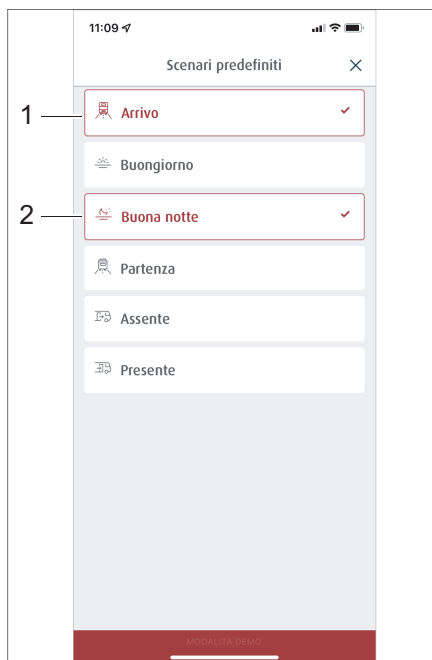
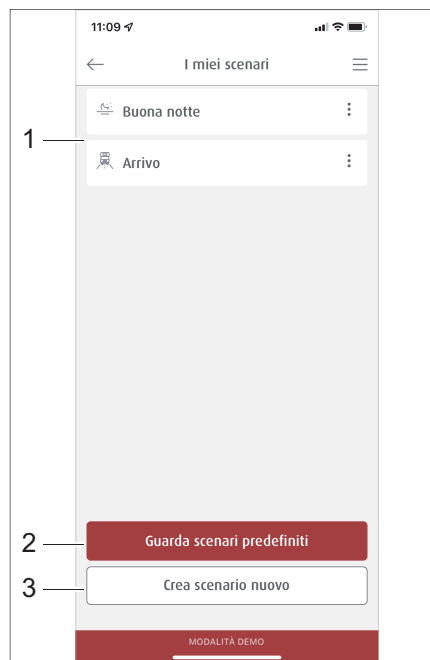

Fig. 281 Selezione di scenari precostituiti
Fig. 282 Gestione degli scenari
**Scenari** Nell'area *Scenari* sono riportati tutti gli scenari memorizzati (Fig. 282,1). Scenari precostituiti (Fig. 282,2) possono essere visualizzati oppure essere creati ex novo (Fig. 282,3).
- Digitare nel menu *Scenari* il pulsante *Visualizzare scenari preconfigurati* (Fig. 282,2). Viene visualizzata una lista con scenari preconfigurati.
- Digitare il pulsante degli scenari desiderati, ad esempio *Arrivo* (Fig. 281,1) e *Buona notte* (Fig. 281,2). I pulsanti degli scenari selezionati sono ora bordati di rosso e vengono acquisiti nella lista del menu *I miei scenari* (Fig. 282,1).